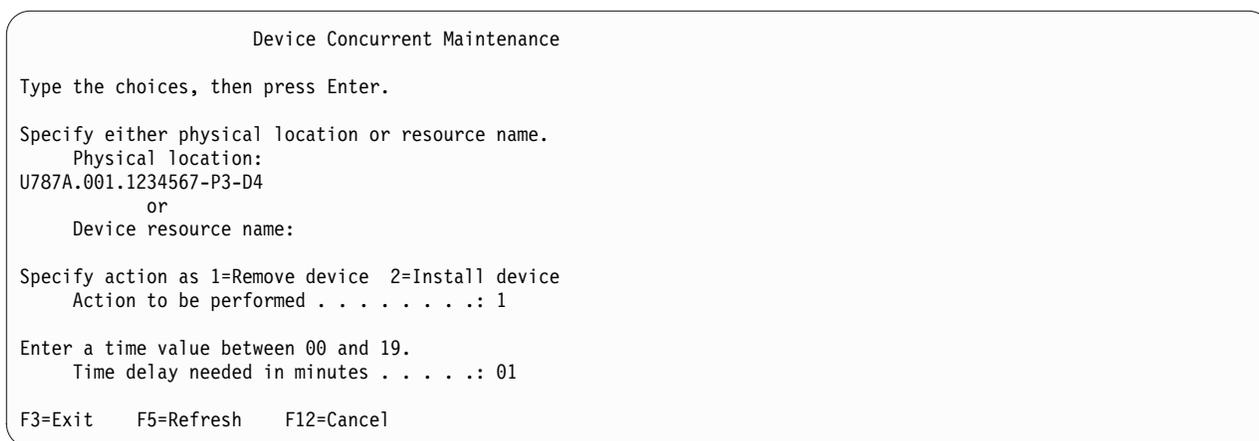

Figure 41. Exemple d'écran Device Concurrent Maintenance
10. Dans l'outil Hardware Service Manager, accédez à l'option **Select Device Concurrent Maintenance**. Appuyez sur Entrée. L'écran Device Concurrent Maintenance s'affiche (voir figure 41).